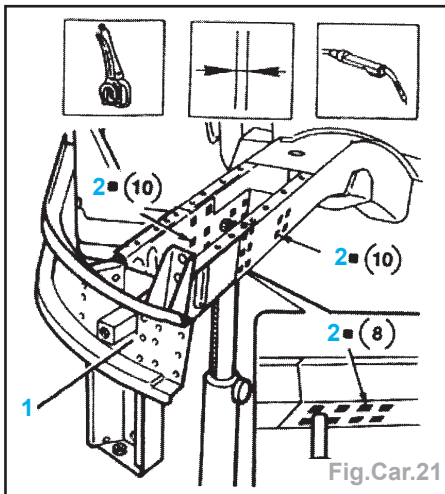

Fig.Car.21
- Percer des trous sur la nouvelle pièce (Fig.Car.21).
- Mettre en place la pièce en utilisant le calibre et la fixer avec des pinces-étau (Fig.Car.21).